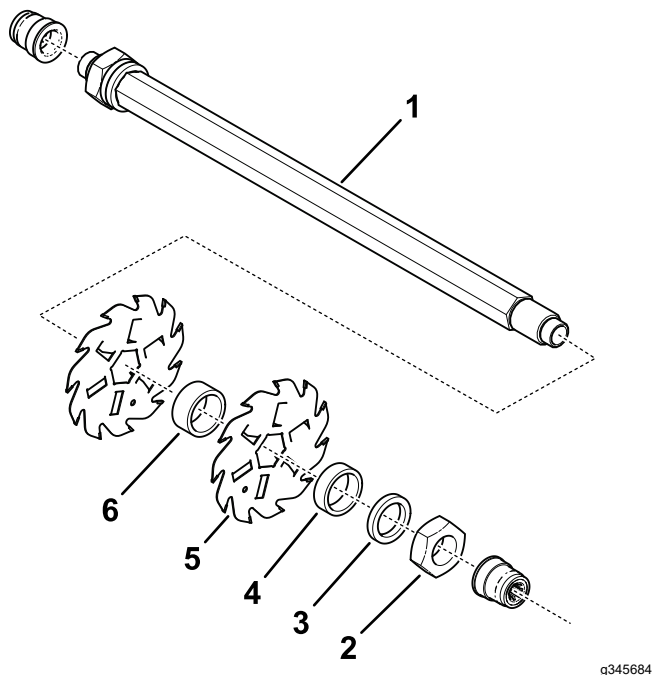
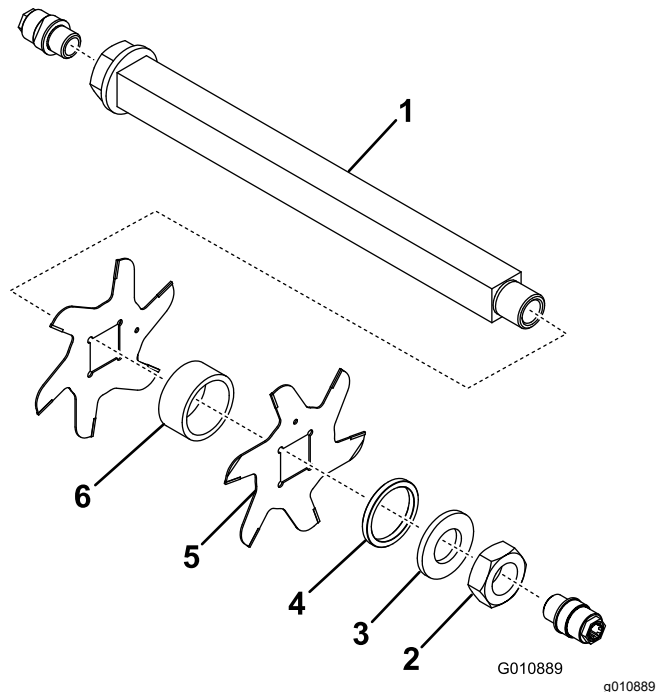

图 14
图 15
3. 依次取下小隔片、垫圈仅限 03619 型号、刀片以及大隔片。清洁六角或方形轴然后涂抹上一薄层润滑脂进行润滑使组装更加容易 图 15 或 图 14。